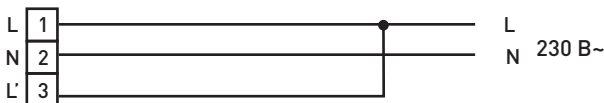

Рис. 3
- присоединить подготовленные концы кабеля к винтовым зажимам клеммной колодки, согласно маркировке (рисунок.3)
6.8.3 Монтаж светильника на рабочую поверхность производить при помощи монтажных скоб и крепежа, входящего в комплект поставки (рисунок 3):